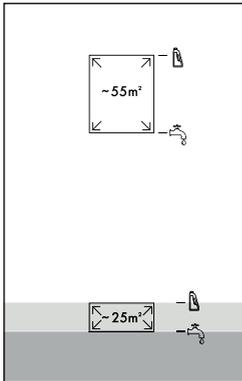

Abb. 8
- ◆ Füllen Sie für kleine Flächen  (bis zu 25 m²) Leitungswasser oder destilliertes Wasser bis zur ersten Füllstand-Markierung  in den Frischwasserbehälter ① (siehe Abb. 8).
- ◆ Füllen Sie für kleine Flächen  (bis zu 25 m²) Reinigungsmittel bis zur zweiten Füllstand-Markierung  in den Frischwasserbehälter ① (siehe Abb. 8).